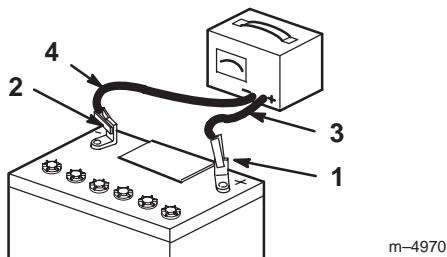

Figure 57
4. Quand la batterie est chargée au maximum, débranchez le chargeur de la prise, puis débranchez les fils du chargeur des bornes de la batterie (Fig. 57).